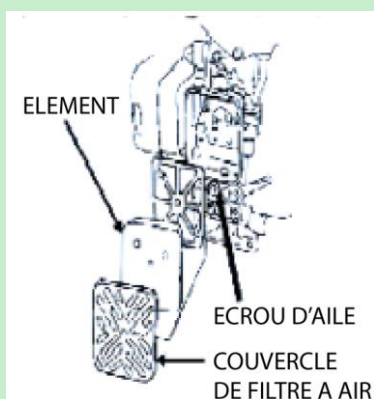

Figure 15. Filtre à air
2. Pour nettoyer ou remplacer le filtre à air, desserrer l'écrou à ailette sur le logement de filtre à air (Figure 15), retirer le couvercle et enlever la cartouche de filtre. Si seul le nettoyage du filtre à air est voulu, souffler à travers la cartouche de filtre depuis l'intérieur en déplaçant le jet de l'air comprimé de haut en bas jusqu'à ce que toute la poussière soit enlevée.